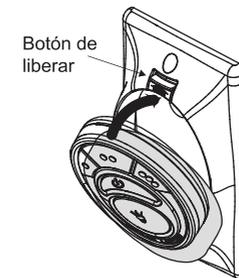

Fig. 20
1. Inserte el transmisor adentro de la placa de pared insertando en primer la parte inferior del transmisor y luego presione la parte superior del transmisor en el bolsillo. El transmisor funcionará completamente desde esta ubicación o puede quitar el transmisor y usarlo como un dispositivo "a mano". (Fig. 20)